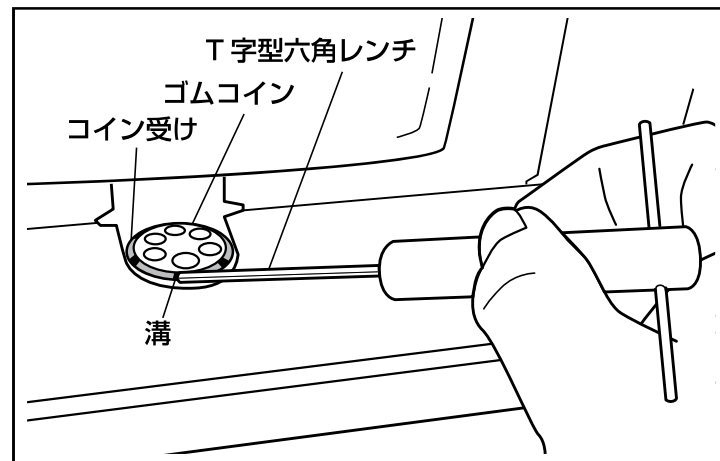

図36
- 2.付属のT字型六角レンチをコイン受けの溝に当てて、コイン受けを回転させてください。溝1個分を移動させて、定位置で止めてください。位置替えが1周したら、ゴムコインの交換時期です。図36 参照